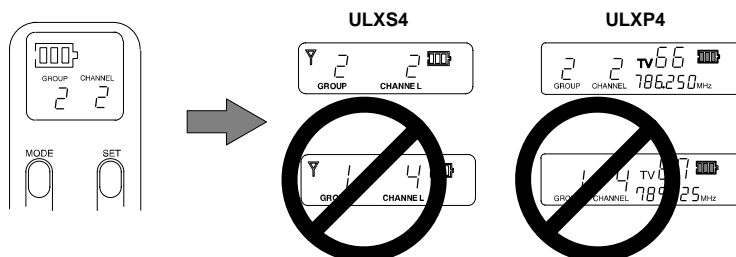

FIGURE 30
- S'assurer que les réglages de groupe et de canal du transmetteur s'accordent à ceux du récepteur, comme illustré à la figure 30. Lors de l'utilisation de le transmetteur de poche, le fixer à la ceinture, la taille ou la sangle de guitare.